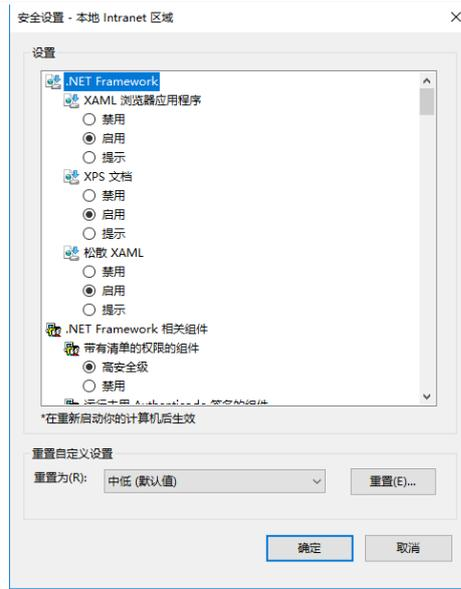

图3-29 安全设置 2
- 2) 如图所示，选择**本地 Intranet**，点击**自定义级别 (C)**，弹出如图 3-29 所示对话框。
- 3) 如图 3-29 所示，将自定义设置选为“中低（默认值）”，并点击重置（E）按钮结束重置自定义设置。